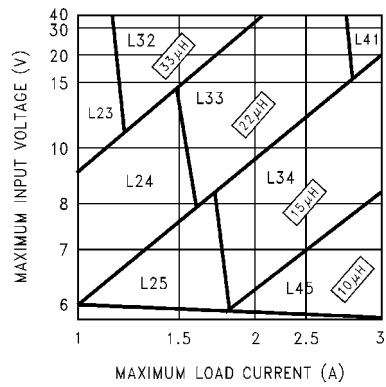

FIGURE 3. LM2676-3.3
**ステップ 3:** Figure 3 ~ Figure 6 の 4 つのノモグラフの 1 つを使用して、必要なインダクタを決定します。インダクタのメーカー名と部品番号は Table 1 に記載されています。
**ステップ 3:** 3.3V デバイス用のノモグラフである Figure 3 を使用します。16V の横線 ( $V_{in\ max}$ ) と 2.5A の縦線 ( $I_{load\ max}$ ) の交点から、22  $\mu$ H のインダクタ L33 が必要なのがわかります。